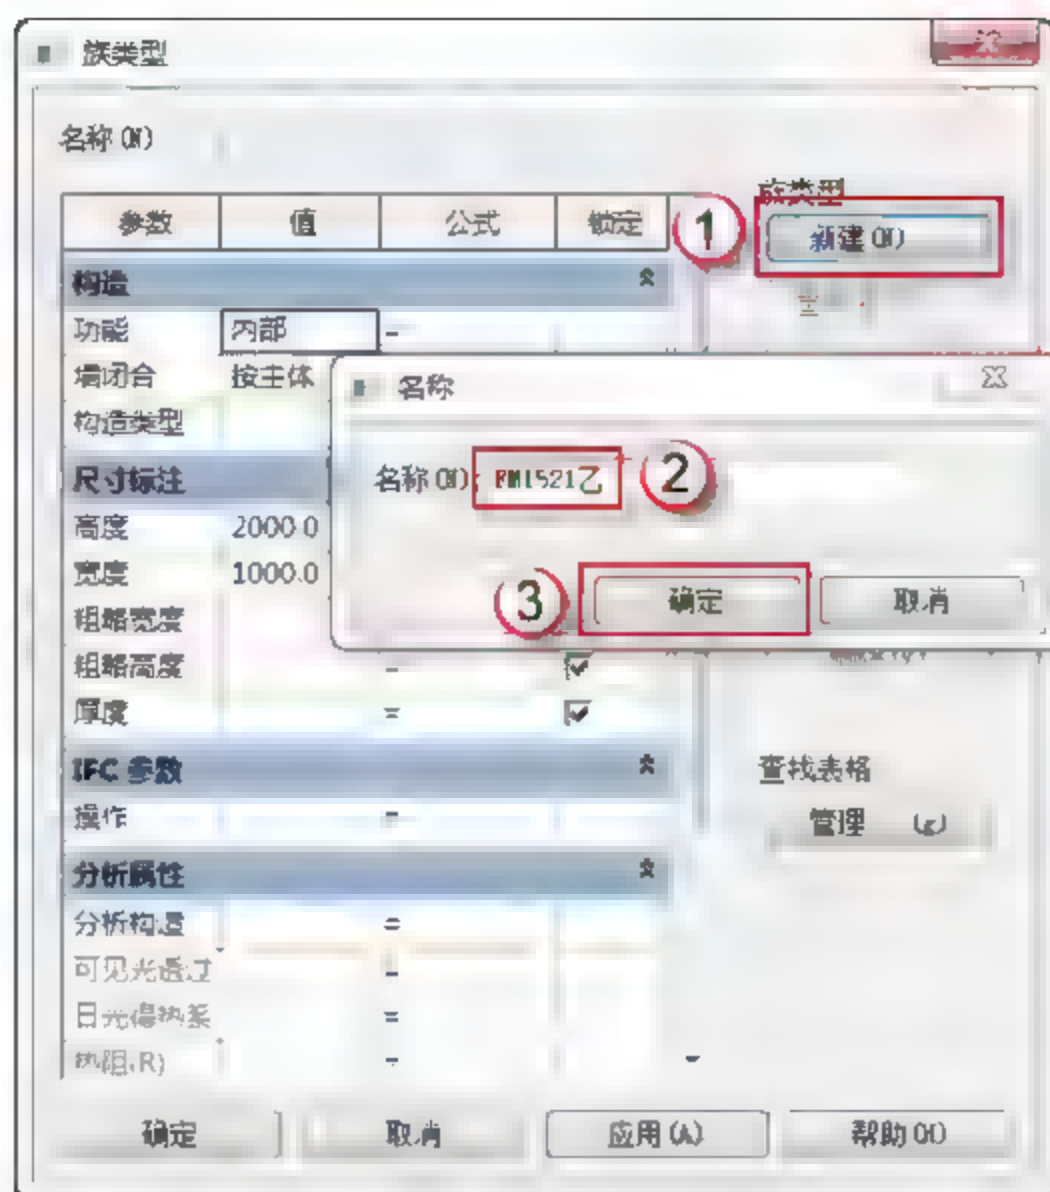

图 6.2.42 创建“FM1521 乙”
(3) 新建族类型。单击“族类型”按钮, 在弹出的“族类型”对话框中单击“新建”按钮, 弹出“名称”对话框, 在其中输入“FM1521 乙”字样, 单击“确定”按钮, 如图 6.2.42 所示。